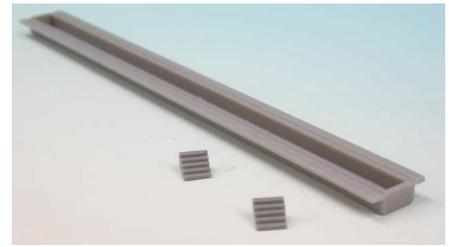

Bild 1: der Lieferumfang des Artikels 5010
2. Das Produkt 5010 und sein Lieferumfang sind in Bild 1 zu sehen. Beim Artikel 5011 wird alles 3x geliefert. Diese Anleitung ist Bestandteil des Produktes. Bitte bewahren Sie diese gut auf.